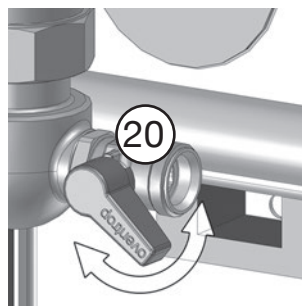

fig. 5.10: Purgue el lado del circuito acumulador
14. Purgue el lado del circuito del acumulador abriendo la válvula de bola de llenado y vaciado (20) hasta que salga agua (fig. 5.10).
15. Cierre de nuevo la válvula de bola de llenado y vaciado (20).